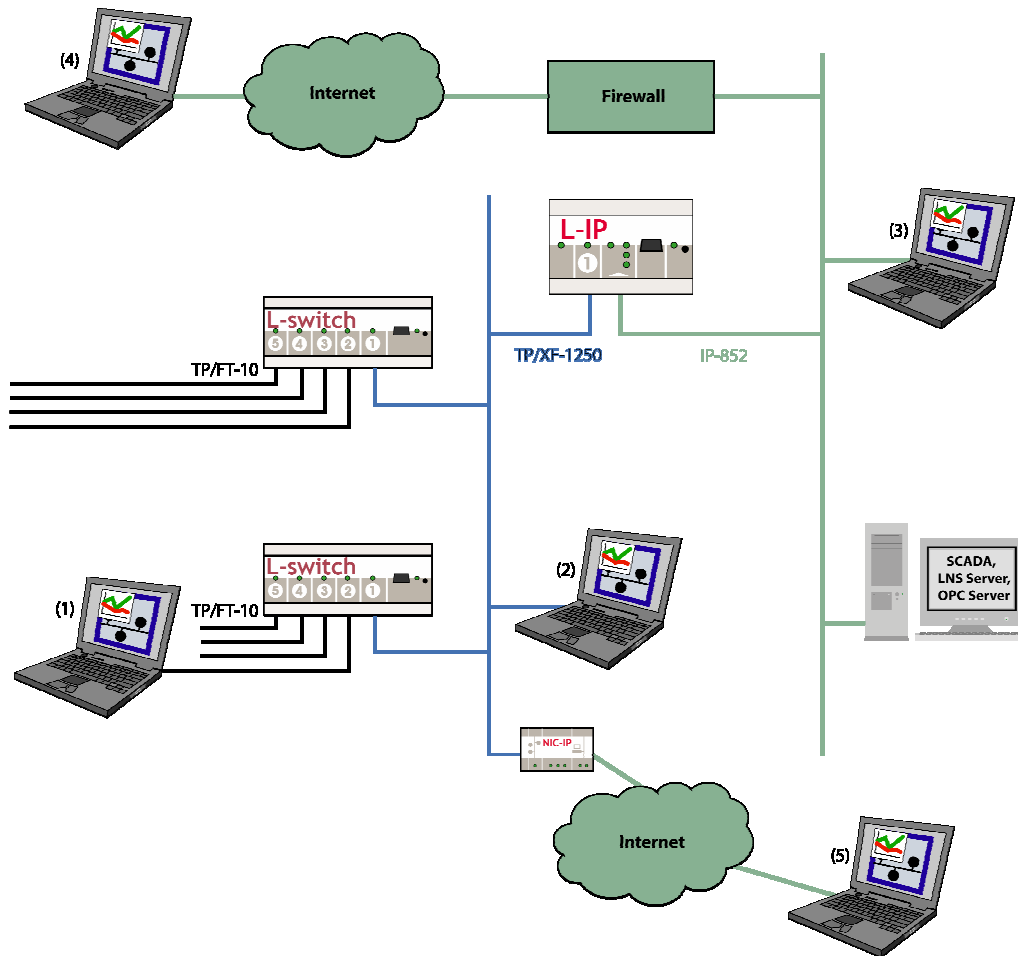

Abbildung 19: Lokaler und entfernter Netzwerkzugriff mit dem LSD Tool.
Die Router zeichnen auch statistische Daten über den Netzwerkverkehr und Fehlerzustände auf. Diese Aufzeichnungen können mit dem LOYTEC Systemdiagnose Programm (LSD Tool) ausgelesen werden. Dieses Programm liefert zahlreiche Informationen um den „Gesundheitszustand“ des Netzwerks beurteilen zu können. Auf LOYTEC Netzwerkinfrastrukturgeräte kann mit dem LSD Tool über lokale Verbindungen vor Ort oder aus der Ferne zugegriffen werden (Abbildung 19). Das LSD Tool findet alle LOYTEC Netzwerkinfrastrukturgeräte über einen lokalen Netzwerkanschluss (1,2), über entfernte IP-852 Verbindungen (3,4) oder über eine NIC709-IP Schnittstelle (5).